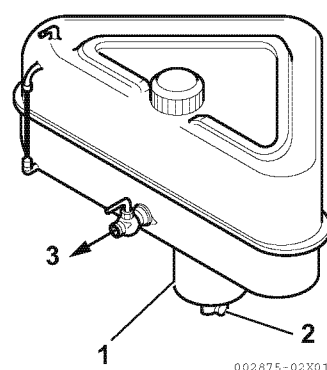

Figure 2
Installare un rubinetto di scarico (**Figure 2**, (2)) nella parte inferiore del serbatoio del combustibile per rimuovere acqua e contaminanti dalla camera di sedimentazione (**Figure 2**, (1)).
L'uscita del combustibile deve essere collocata 20 - 30 mm (0,79 - 1,18") sopra il fondo del serbatoio, in modo tale da erogare al motore solo combustibile pulito (**Figure 2**, (3)).